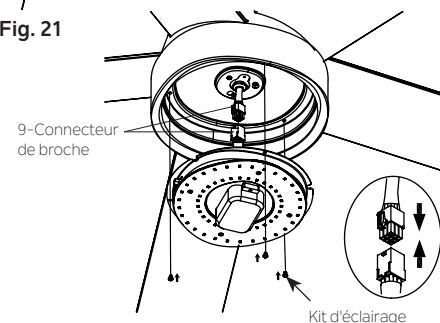

Fig. 22
Étape 2: Maintenir le kit d'éclairage à proximité de la plaque d'éclairage et connecter avec les fils blancs à partir du kit d'éclairage et du ventilateur en poussant les connecteurs ensemble. Les deux connecteurs ont des trous de serrure qui doivent être correctement matés avant d'être engagés (Fig 22).